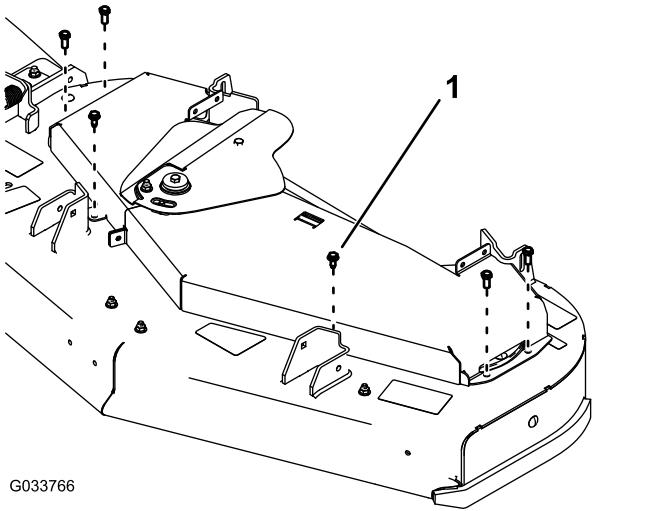

Figura 65
- Rimuovete i 6 bulloni che collegano i copricinghia al piatto di taglio e fate scorrere via i copricinghia da sotto il coperchio del tendicinghia (Figura 65).
- Montate i copricinghia utilizzando 6 bulloni (Figura 65).